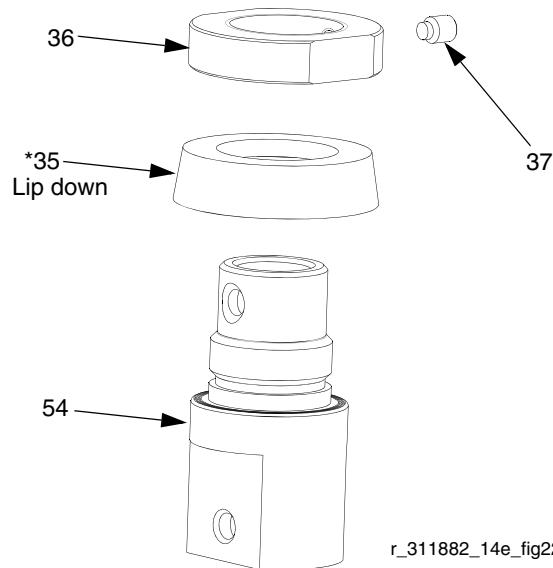

Рис.23
- 10 Ослабить стопорный винт (37) на хомуте (36). Снять хомут с корпуса поршня (54). Снять кольцевое уплотнение (35*). Осмотрите все детали на наличие повреждений. См. Рис.23.